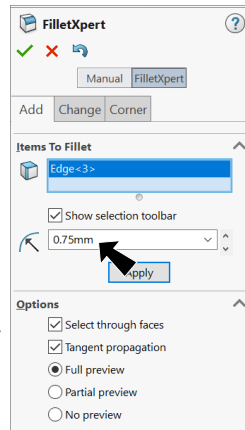

Fig. 30
④ **Radius**  **.75**, **Fig. 30**